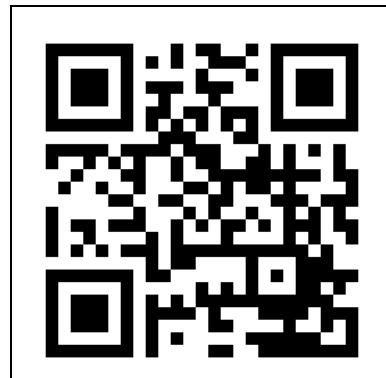

Figure 17
1. Ouvrez le manuel de l'application Eurom Smart avec le code QR (figure 17) ou allez sur [www.eurom.nl/nl/manuals](http://www.eurom.nl/nl/manuals).